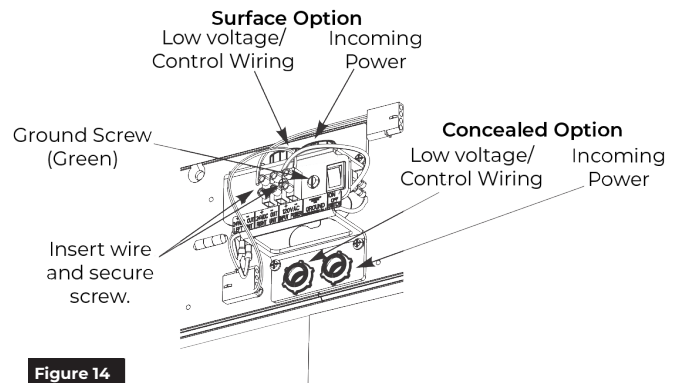

Figure 14
3. Secure conduits to conduit assembly (surface or concealed conduit). (Figure 14)